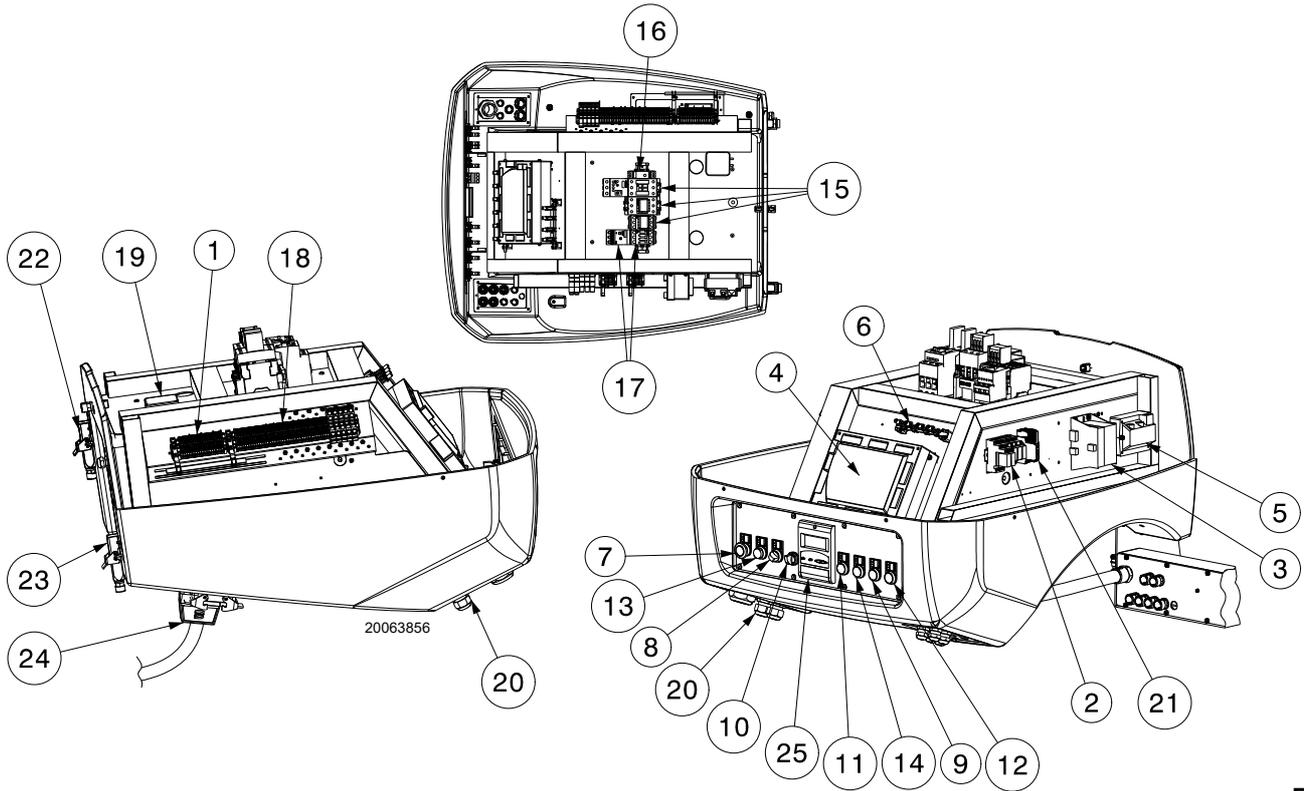

Fig. 5
- **Bloqueo caja de control:** el encendido del pulsador 13)(Fig. 5) (**led rojo**) indica que el quemador está bloqueado. Apretar el pulsador 13)(Fig. 5) para desbloquear.